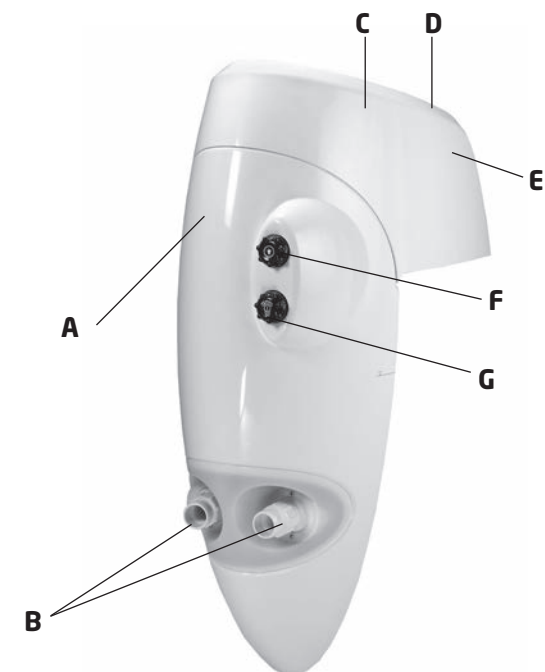

Figura 1
2. Inspeccione el contenido de la caja de cartón y verifique que estén todas las piezas. Todas las piezas están fabricadas de un material resistente a la corrosión y se combinan en una sola carcasa que se puede instalar en piscinas de cualquier tamaño y forma. (Véase la Figura 1)